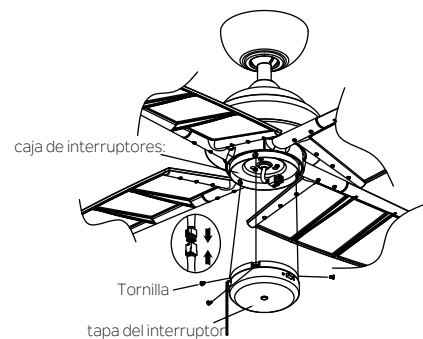

Fig. 18
Paso 1. Sujete la tapa del interruptor cerca de la caja de interruptores y conecte los conectores de 9 pines de la tapa del interruptor y el ventilador. (Fig. 18)
NOTA: Los dos conectores sólo pueden colocarse de una manera con sus colores para la identificación. Haga corresponder los colores de los dos conectores, luego haga presión entre ellos hasta que se traben. (Fig. 18)
Paso 2. Inserte las conexiones en forma ordenada dentro de la tapa del interruptor. Alinee tres orificios redondos sobre la tapa del interruptor y la caja de interruptores. Ajuste bien con los 3 tornillos encontrados en el paquete de piezas metálicas de la tapa del interruptor. (Fig.18)